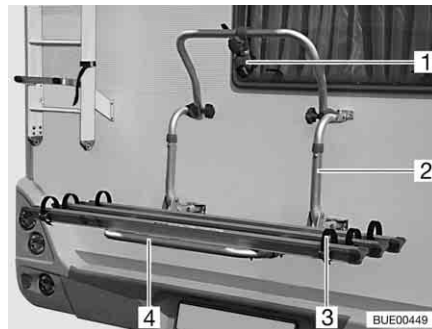

Fig. 5 Suporte de bicicletas, não rebatível
Com o suporte de bicicletas (Fig. 5,2) podem ser transportadas confortavelmente 2 bicicletas. É possível uma ampliação para 3 bicicletas.
- Desdobre o suporte telescópico orientável (Fig. 5,4).
- Coloque as bicicletas e amarre-as com as correias de aperto rápido (Fig. 5,3).
- Fixe os espaçadores (Fig. 5,1) no quadro da bicicleta exterior.